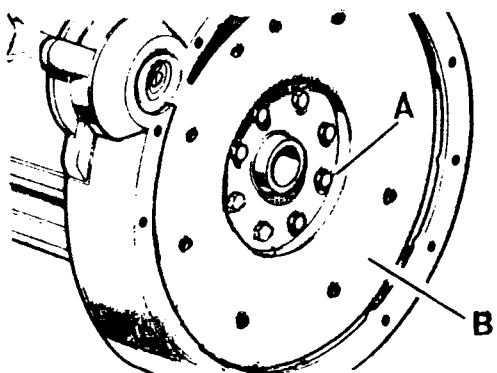

Fig. A3-78A Desmontaje del volante
1.2. Desmontar los tornillos, A (Fig. A3-78A) y retirar el volante, B, haciendo uso del extractor, 193207.
- 2.2. Fijar el volante, B (Fig. A3-78A) con sus tornillos, A, apretándolos alternativamente a una tensión de 6,90 mkg.